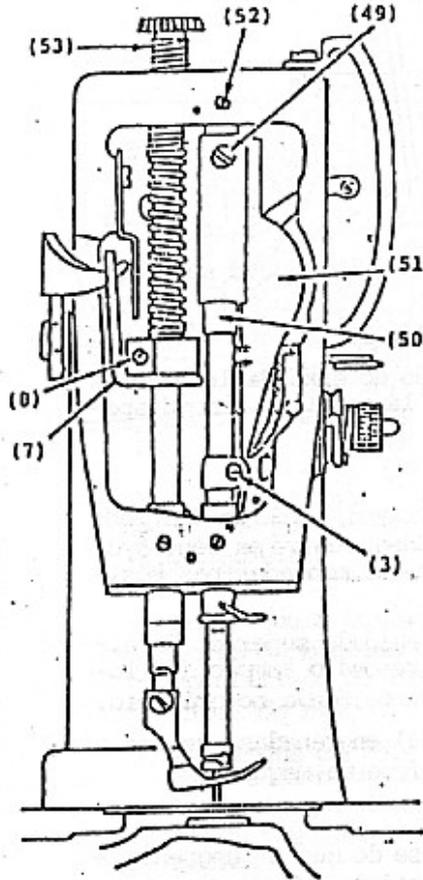

Fig. 24
REMOÇÃO E RECOLOCAÇÃO DA BARRA DA AGULHA (veja Fig. 24)
1. Remova o calcador, a chapa frontal e o parafuso recartilhado de regulagem da pressão da barra do calcador (35) com o guia da barra do calcador.
2. Afrouxe uma volta do parafuso prendedor (8), apenas o suficiente para soltá-lo.
3. Retire a barra do calcador por cima deslizando-a pela alavanca de levantamento (7), Fig.24 através da bucha e para fora da máquina.